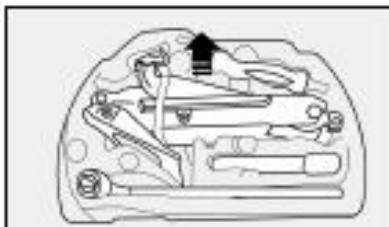

fig. 3
- Soltar as ferramentas, e remover o macaco fig. 3 puxando-o de sua sede.